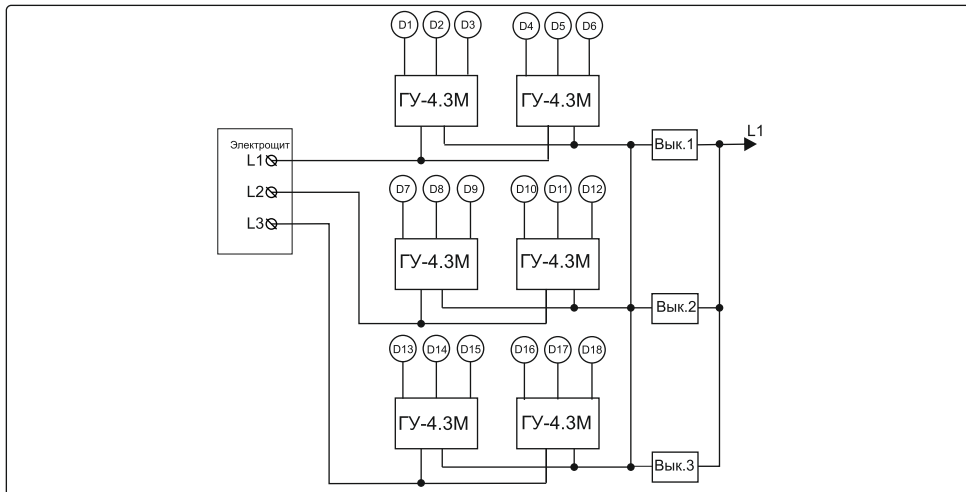

Рисунок 5. Схема подключения ГУ-4.3М к разным «фазам» питающей сети
- Подключить образованные группы к разным «фазам» (см. рис. 5).
Внимание! Если требуется подключить несколько выключателей, общий контакт этих выключателей следует подключить к одной и той же «фазе» питающей сети, например, к «фазе» L1 (см. рис. 5).